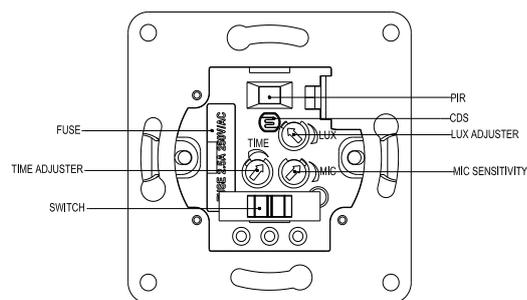

Рис.6
6.2 Теперь установите функцию ВЫКЛ ("OFF") - среднее положение переключателя датчика движения на лицевой стороне - и подключенная лампа должна выключиться. В данный момент все функции датчика - отключены. См. Рис.6